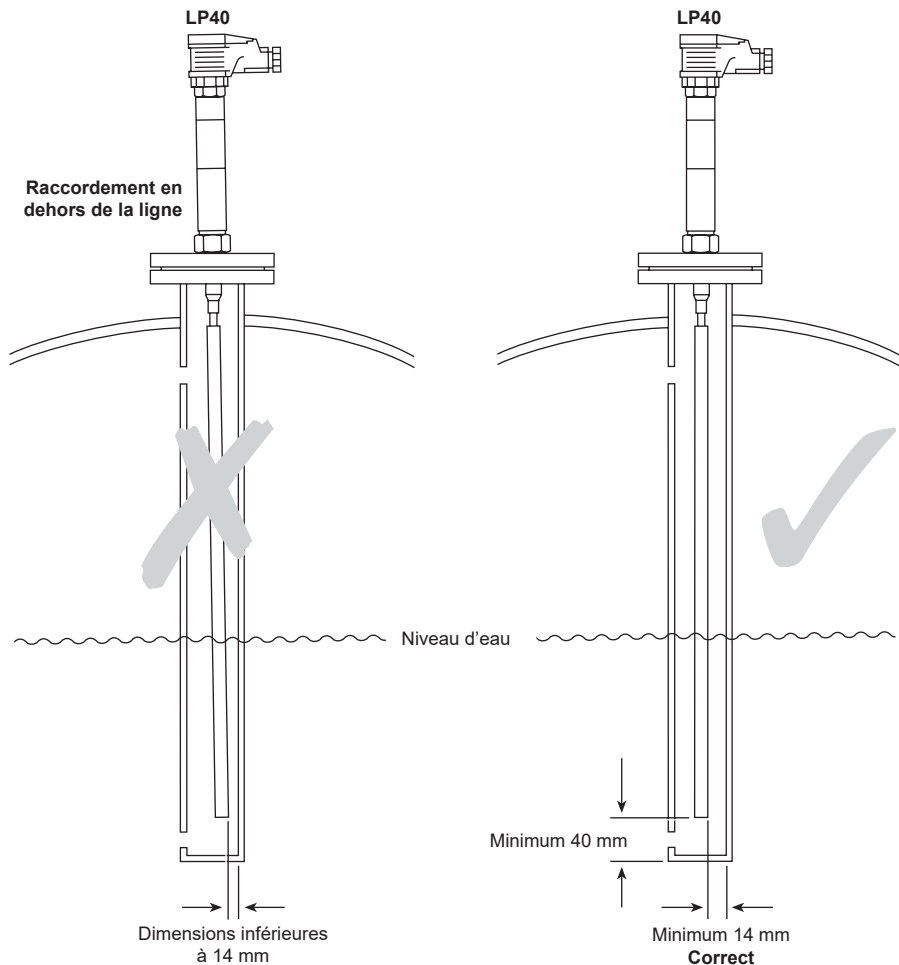

Fig. 10
Lorsqu'il est correctement effectué, le test garantit que la position finale de la pointe de la sonde est à au moins 14 mm du tube de protection. Voir la figure 10.
- Tube de protection pas assez éloigné (il doit y avoir au moins 40 mm d'espace entre l'extrémité inférieure du tube et l'extrémité inférieure de la sonde, voir Fig. 10).